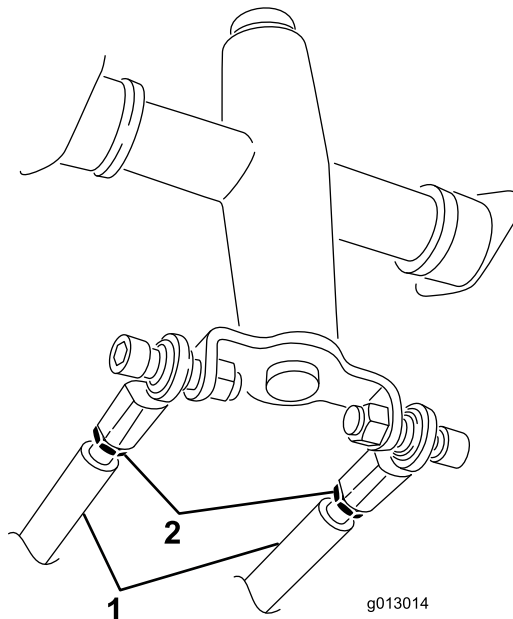

図 58
3. 走行ロッドコントロールパネル下のジャムナットをゆるめる 図 58。